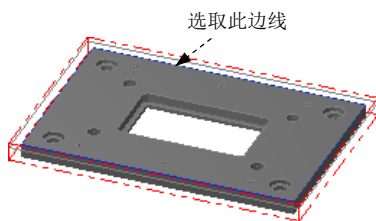
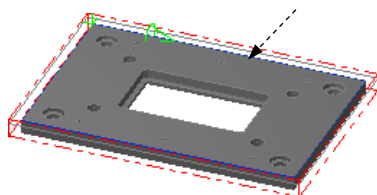

图 2.39 选取区域
图 2.40 定义区域
Step1. 选择下拉菜单 **刀具路径(T)** → **外形铣削... (C)...** 命令，系统弹出“串连选项”对话框。
Step2. 设置加工区域。在图形区中选取图 2.39 所示的边线，系统自动选取图 2.40 所示的边链。单击 按钮，完成加工区域的设置，同时系统弹出“2D 刀具路径-外形”对话框。